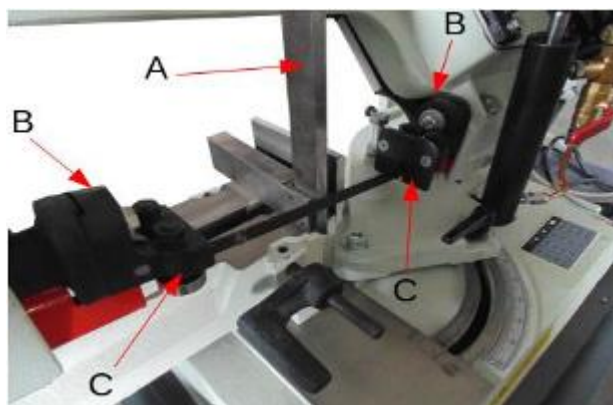

Рис. 11
2. Опустите раму пилы до горизонтального положения. Поставьте угольник (А на рис. 11) на стол, прижав один конец к полотну (как показано на рисунке).
3. Если полотно не перпендикулярно к столу, открутите два винта (В на рис. 11), которыми кронштейны направляющих полотна крепятся к рычагам, и поверните оба кронштейна (С) так, чтобы полотно сохраняло угол 90° к столу. Затяните два болта (В). **ПРИМЕЧАНИЕ:** будьте осторожны, чтобы во время этой регулировки не повредить подшипники.